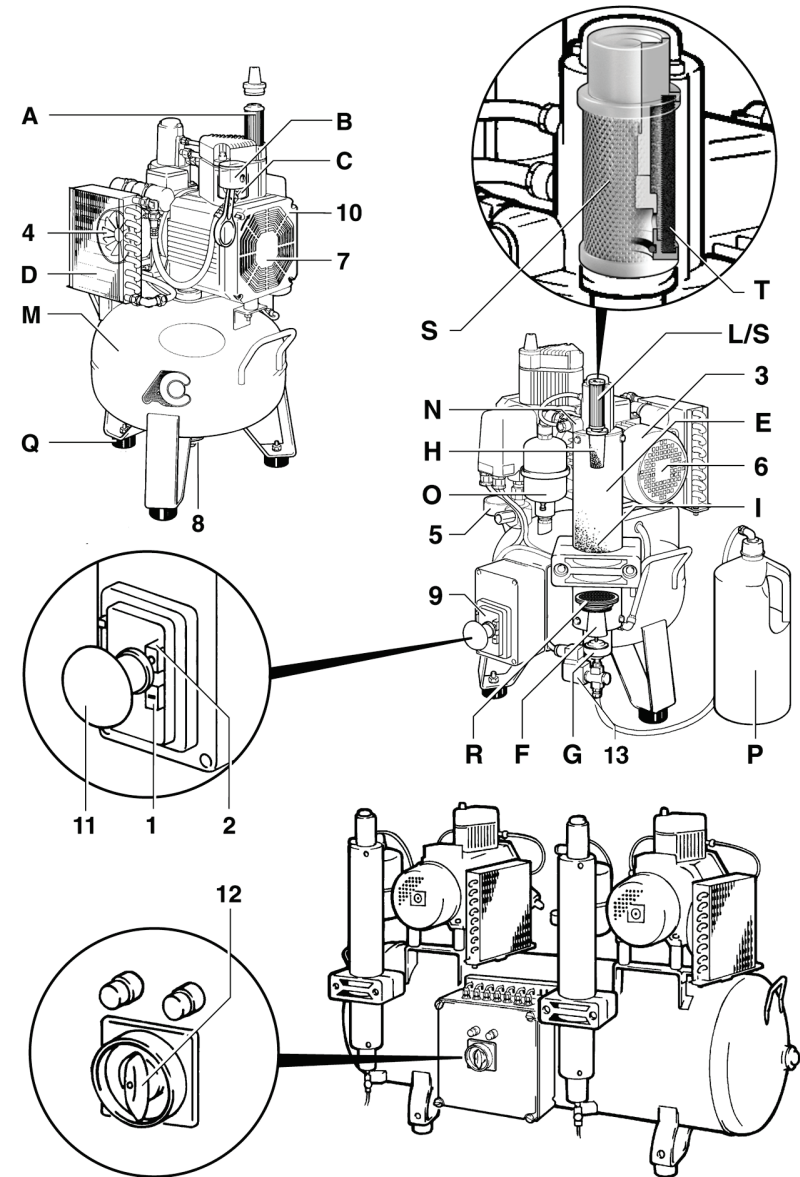

Рис. 1
Состав компрессора представлен на рис. 1
Воздух в компрессоре несколько раз фильтруется и проходит через силикагелевую смесь, которая адсорбирует влагу в температурном диапазоне от +5°C до +35°C. Перерыв в работе, необходимый каждому компрессору, используется для восстановления силикагеля (см. ниже). Профильтрованный и осушенный воздух считается пригодным для инструментов и безопасен для лечения зубов с гигиенической точки зрения. Качество воздуха может быть улучшено с помощью стерилизующего фильтра (S) (см. рис. 1), установленного на выходе. Фильтр-картридж "SA" Balston с фильтрующей сеткой (T) из микроволокон боросиликатного стекла с эффективностью 99,9999+% поглощает частицы 0,01 м. Фильтры Balston можно стерилизовать в автоклаве при температуре 135°C (max. 20 циклов); при использовании чистого воздуха срок службы фильтра около 1 года, если условия работы не потребуют более частой замены фильтра. Воздух считается чистым, если, проходя по достаточно короткому трубопроводу, не вызывает термических напряжений.
Воздух попадает в цилиндр через фильтр (A) (см. рис. 1), где происходит его предварительная очистка, этот фильтр удерживает атмосферную пыль, гарантируя чистоту воздуха и обеспечивая тем самым нормальную работу поршней и цилиндров. Движение поршня (B) внутри цилиндра (C) осуществляется без смазки, покрытие поршня совместимо с покрытием внутренней части цилиндра, и поэтому не происходит существенного износа их поверхностей в результате трения.
Когда компрессор подключен к электросети и воздушной магистрали, для включения нажмите черную кнопку (1) (см. рис.1).
Если компрессор установлен в пыльном помещении или там, где в него могут попасть крупные частицы мусора, песок, сухие листья и т. п., нужно очень часто очищать и заменять фильтры на головках компрессора. Если компрессор установлен в чистом помещении, то достаточно очищать фильтр (А) (см. рис. 1) каждые 3 месяца и заменять его каждые 6 месяцев. Если установлен стерилизующий фильтр Balston (S), изготовитель рекомендует стерилизовать его в автоклаве при температуре 135°C по меньшей мере каждые 6 месяцев, но не более 20 раз. При снятии фильтра Balston рекомендуется надеть одноразовые перчатки и сразу же поместить фильтр в автоклав.